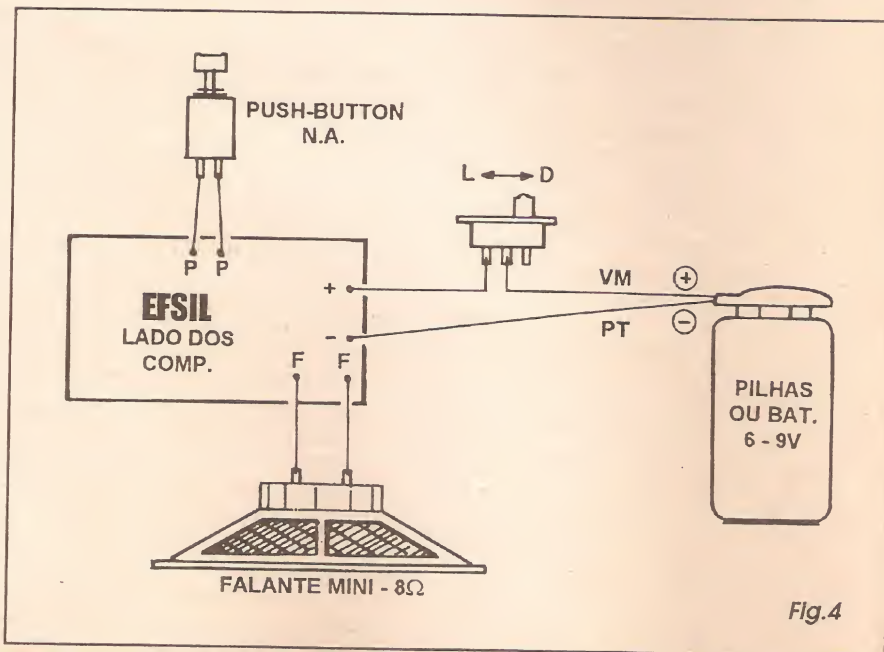

Fig.4
- FIG. 4 - CONEXÕES EXTERNAS À PLACA - Na figura anterior, o leitor/hobbysta notou que *sobraram* alguns pontos sem ligação, embora codificados com letras e símbolos, junto às bordas da placa... Tais pontos destinam-se justamente às conexões periféricas, ligações feitas *da placa pra fora*, agora detalhadas... No diagrama, a plaquinha ainda é vista pela sua face *não cobreada* (só que *desprezando-se* a visão dos componentes que repousam *sobre* a placa, assunto *já resolvido* na figura anterior...). Os terminais do *push-button* são ligados aos pontos P-P, através de pedaços de cabinho isolado... O alto-falante é ligado aos pontos F-F, também através de cabinhos isolados... As pilhas ou bateria devem ter os fios do respectivo suporte ou *clip* ligados aos pontos (+) e (-), sempre lembrando que - por convenção - o **positivo** é representado pelo fio **vermelho**, e o **negativo** pelo fio com isolamento **preto**... O pequeno interruptor geral da alimentação deve ser intercalado eletricamente no cabinho do **positivo (vermelho)**. Como em qualquer outra montagem, convém que toda a cabagem externa à placa seja dimensionada em comprimentos *apenas suficientes* para a desejada instalação... Fios demasiadamente longos, *pendurados* por todo lado, além de *alcaguetar* uma montagem muito *amadora*, podem ser a causa de problemas, no futuro...
- FIG. 4 - DETALHANDO A GRAVAÇÃO E A REPRODUÇÃO MAGNÉTICA - A fita é magnetizada, em cada uma das suas micro-porções, de modo proporcional à frequência, intensidade e outros detalhes das formas de onda, trazidos pelos sinais elétricos, que por sua vez correspondem ao SOM aplicado ao sistema... Conforme vemos no diagrama 4-A, o padrão magnético, indefinidamente *retilado* na fita, é o que chamamos de *gravação magnética do som*... Para que a gravação se apresente a mais perfeita possível, existe a necessidade prévia de se *orientar* os pequenos ímãs *moleculares* existentes na fita plástica (as partículas de óxido de ferro mencionadas...). Para isso, além dos sinais elétricos correspondentes ao SOM, a cabeça de gravação recebe também um sinal de frequência (super-sônica) e intensidade fixas (chamado de *sinal de polarização*...), gerado por um oscilador e destinado a *normalizar* magneticamente a fita, antes da gravação dos sinais... Para a reprodução (fig. 4-B), ou seja: para *recuperar* o SOM numa gravação magnética, é usada uma cabeça praticamente idêntica à que foi utilizada na gravação... Só que desta vez a *coisa* funciona de maneira inversa: